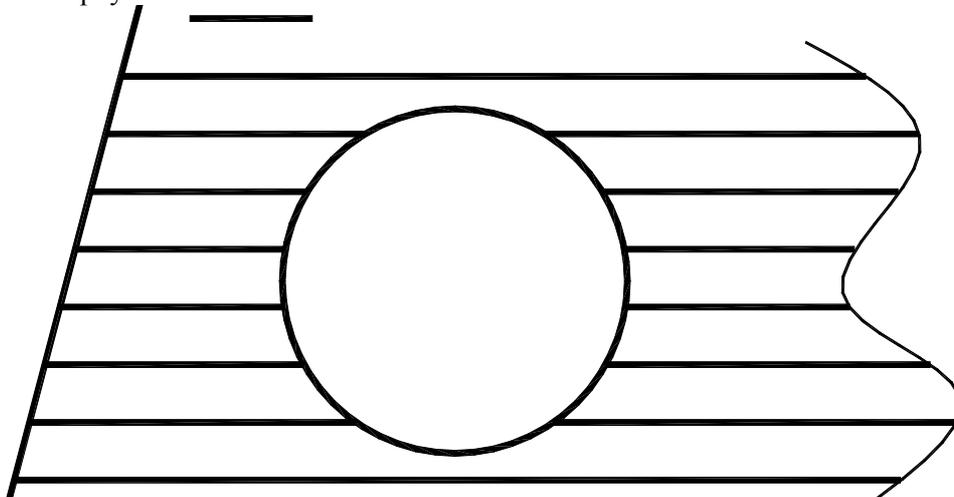

Рис. 7.5. Чертеж к заданию №4
7.2.4. Используя команду **EXTEND** (УДЛИНИТЬ) построить изображение (рис. 7.5). Исходный отрезок показан вверху.